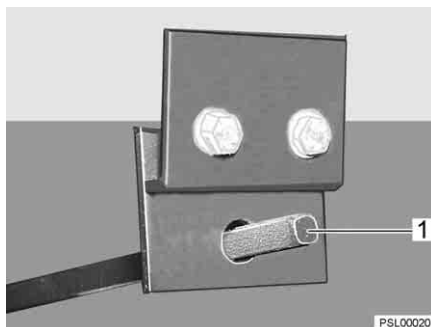

Fig. 76 Comando del rubinetto di scolo delle acque grigie
- Inserire la chiave sul perno quadro (Fig. 76,1).